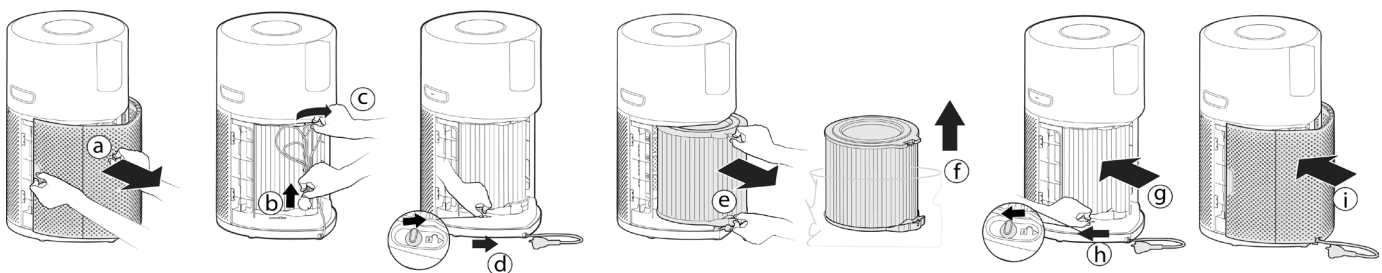

Fig. 1
1. Conjunto do filtro [Fig. 1]